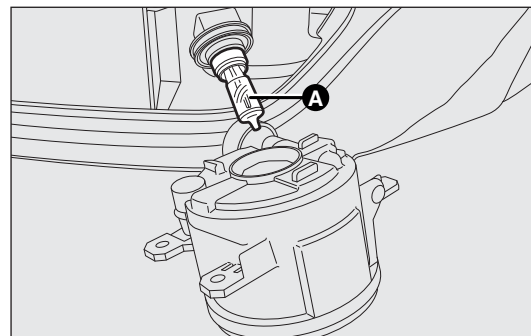

fig. 168
- ☐ extraer la lámpara A-fig. 168 girándola hacia la izquierda y desconectar el conector eléctrico.